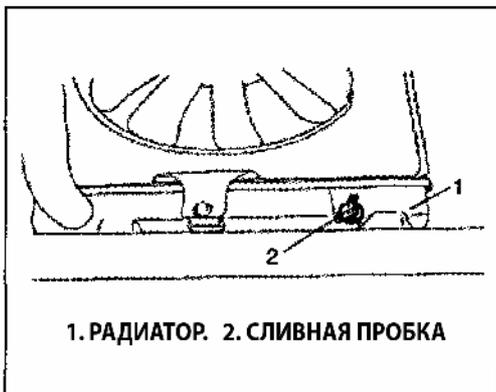

Рис. 285
- 2) Ослабьте сливную пробку и слейте ОЖ (Рис. 285).